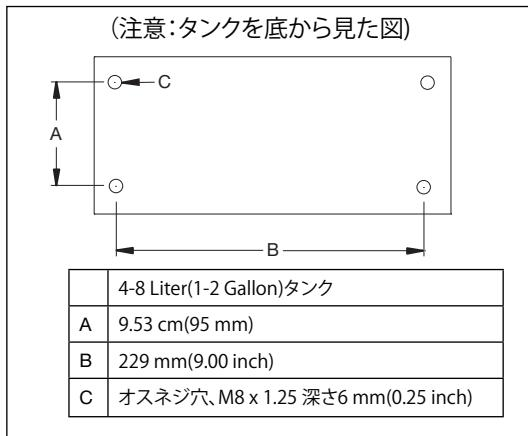

図4 取り付け寸法
4.2 ポンプの取り付け(図4参照)
ポンプの固定面への取り付け寸法は、図4を参照してください。